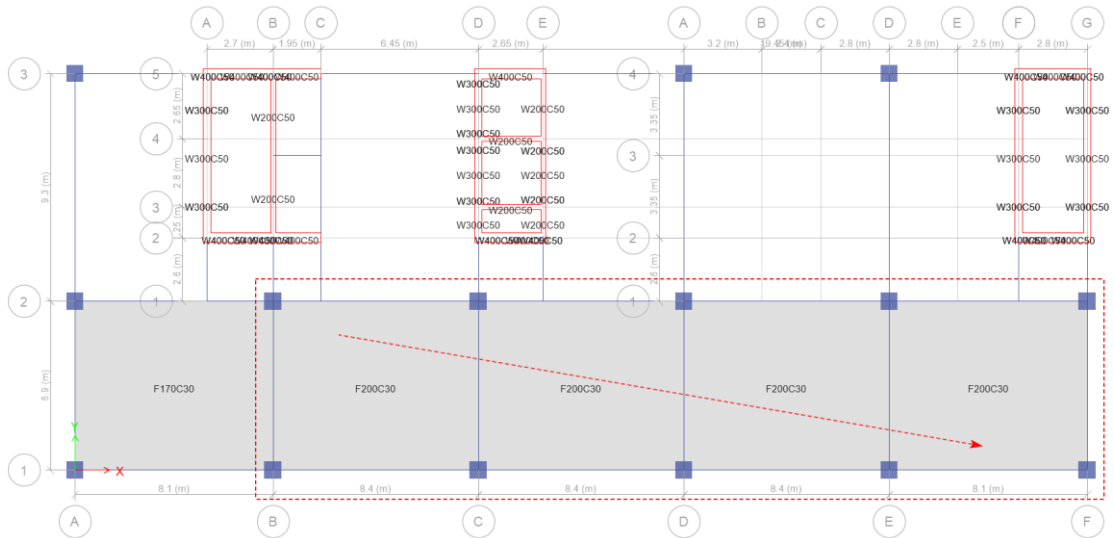

图 4-36 快速楼板布置
5. 在图 4-36 所示的虚线区域中，从左上角至右下角拖动鼠标，布置楼板 F200C30。